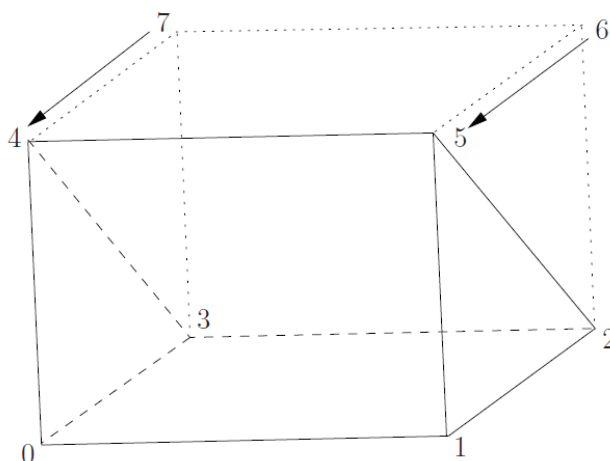

图 5.6 使用 6 个顶点来创造楔形网格
- 参阅图 5.6,如果两个面有这样的重叠,重叠的部分成为内部面,没有融合的部分依然为外部面,需要指定边界条件;